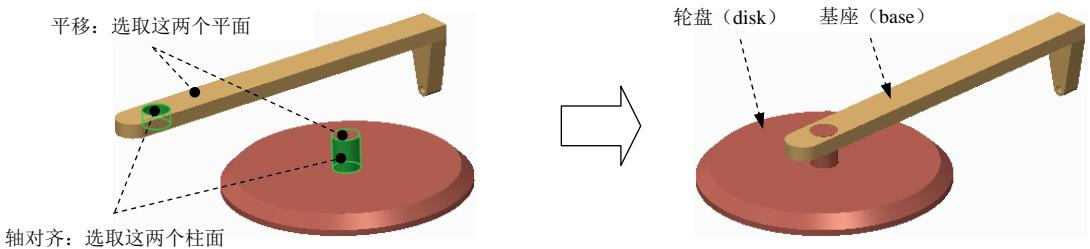

图 3.15.2 引入基座元件和轮盘元件
- Step4. 引入轮盘元件 DISK.prt，并将其调整到图 3.15.2 所示的位置。
- (1) 在“元件放置”操控板的机械连接约束列表中选择 销 选项。
- (2) 定义“轴对齐”约束。单击操控板中的 **放置** 按钮，分别选取图 3.15.2 中的两个柱面为“轴对齐”约束参考，此时 **放置** 界面如图 3.15.3 所示。
- (3) 定义“平移”约束。分别选取图 3.15.2 中的两个平面为“平移”约束的参考，此时 **放置** 界面如图 3.15.4 所示。